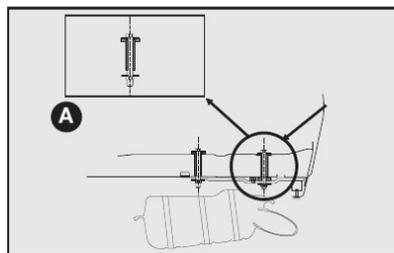

fig. 12
- Efetuar no veículo a furação com \varnothing (diâmetro) 11 mm traspassando o assoalho posterior (ver detalhe **A-fig. 12**) e a longarina nas marcas esquemáticas indicadas na **fig. 13**.